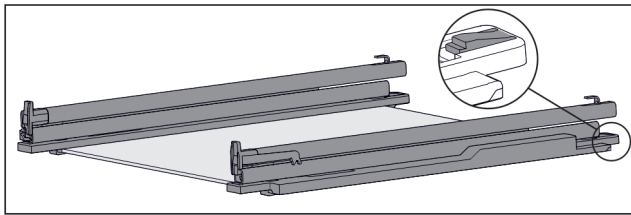

Fig. 124 带轨道和固定件的玻璃隔板
- ▶ 将固定件后部向下压(参见 Fig. 124)，同时向后推轨道。